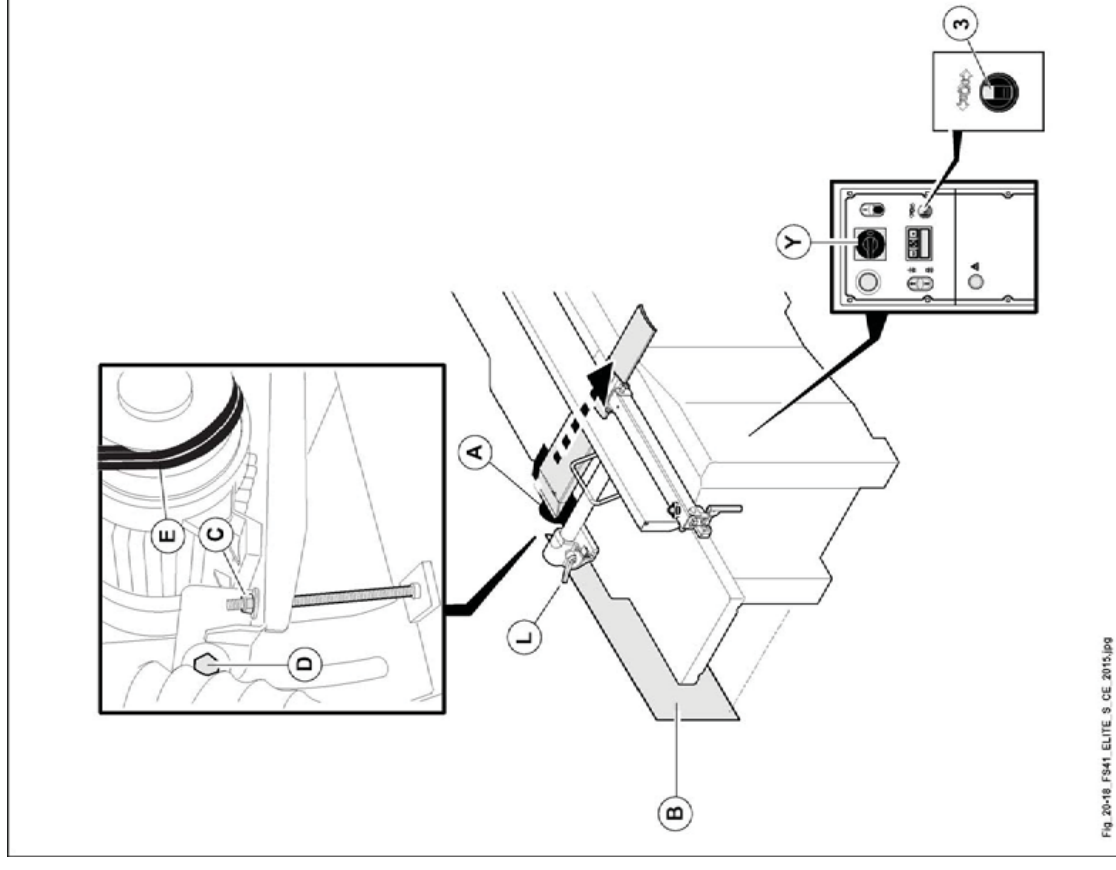

Abb. 20.18
hauptschalter (Y Abb. 20.18) auf I (ON) gedreht ist.
Lösen Sie die Motorbremse, indem Sie den Wählschalter (3, Abb. 20.18) auf  drehen; motorbremse gelöst: Meldelampe angezündet.
griff (L Abb. 20.18) lösen, Fügeanschlag ganz vorwärts stellen; Griff (L Abb. 20.18) festklemmen.
- 2) Die Schutzabdeckungen entfernen (A, B Abb. 20.18).
- 3) Die Schraube (D Abb. 20.18) lösen.
- 4) Die Mutter (C Abb. 20.18) lösen.
- 5) Den Motor mithilfe eines Hebels anheben und in dieser Stellung halten: die abgenutzten Riemen (E Abb. 20.18) herausziehen und die neuen einsetzen.
- Die Schutzabdeckungen wieder montieren (A, B Abb. 20.18).
die Motorbremse feststellen, indem man den Wählschalter (3 Abb. 20.18) auf  dreht; motorbremse blockiert: Meldelampe verlöscht.
um die Schutzabdeckung (B Abb. 20.18), bei vorhandener Längslochbohrvorrichtung , zu entfernen, muss letztere ganz noch oben verschoben werden.